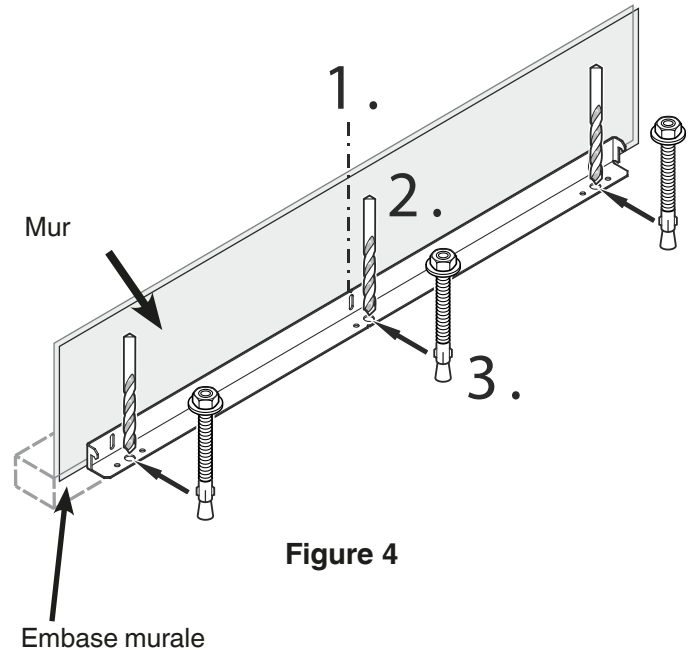

Figure 4
Montage du dispositif antibasculement sur un sol en béton - Figure 4 - 5
2. Percer un trou de 3/8 po de diamètre dans l'une des positions représentées à la **Figure 4** en utilisant une mèche au carbure.